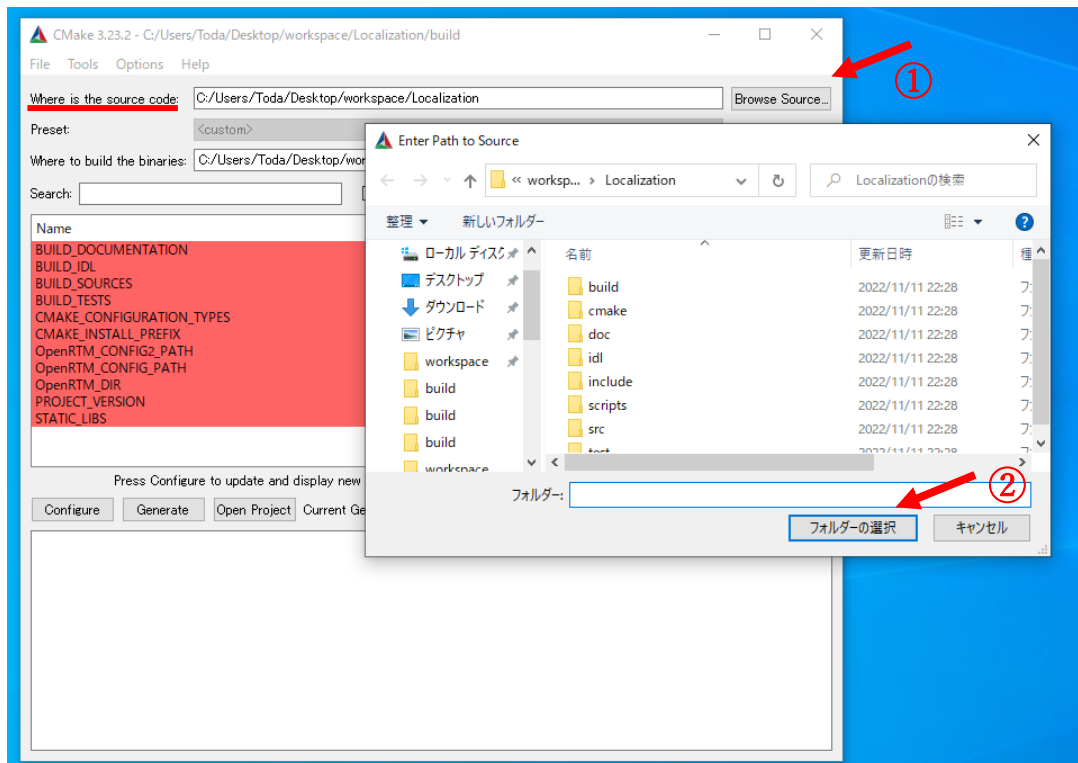

図 12 [Where is the source code]の項目の[Browse Source...]をクリックした状態
- ④ 図 12 のように[Where is the source code]の項目の[Browse Source...]をクリックし, 表示されたウィンドウ上で, 自身の workspace 内の各 RTC のプロジェクトフォルダーを選択し, [フォルダーの選択]をクリックする. ここでは次のディレクトリを開く.